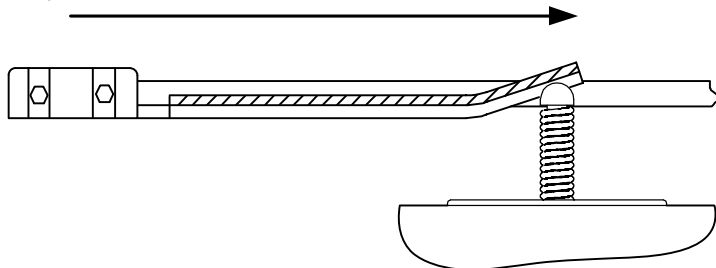

Рисунок 9. Кронштейн конечных положений
- Расположите соответствующий кронштейн (рис. 9) на зубчатой рейке таким образом, чтобы его изогнутая пластина нажимала пружинный рычаг привода, воздействующий на рычажок электромеханического выключателя, вызывая его срабатывание. Учтите возможность небольшого перемещения створки (20...30 мм) после срабатывания